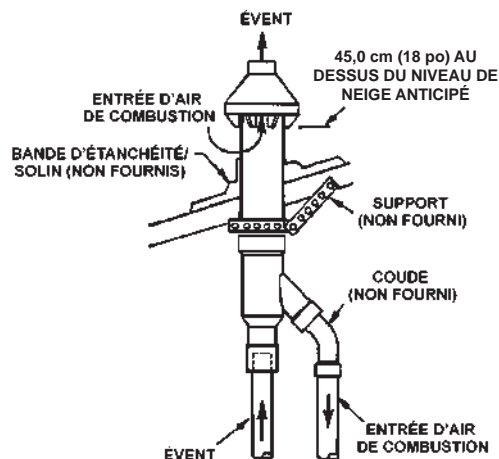

Figure 28. Pose d'une bouche d'extrémité concentrique sur un toit
- Attacher l'ensemble à la structure du toit comme illustré à la Figure 28 à l'aide de bande perforée métallique (non fournie) ou autre matériau de support équivalent.
Remarque : S'assurer que l'extrémité d'évacuation est plus haute que la surface du toit ou que le niveau de neige prévu, comme illustré à la Figure 28.
- Coller les tuyaux d'admission d'air de combustion et d'évacuation des gaz brûlés du chauffe-eau à la bouche d'évacuation concentrique. Voir le raccordement correct des tuyaux à la Figure 28 (page 29).